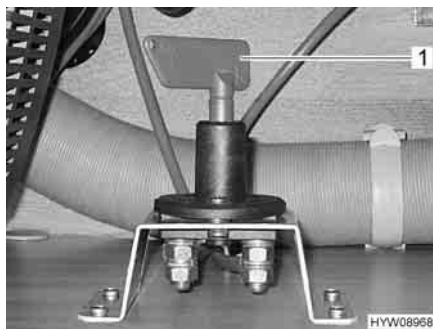

Fig. 16 Interruttore principale per il sistema di manovra
- Ruotare l'interruttore principale per il sistema di manovra (Fig. 16,1) di 90°. Il sistema di manovra è acceso.
- Ruotare l'interruttore principale per il sistema di manovra (Fig. 16,1) di 90°. Il sistema di manovra è spento.